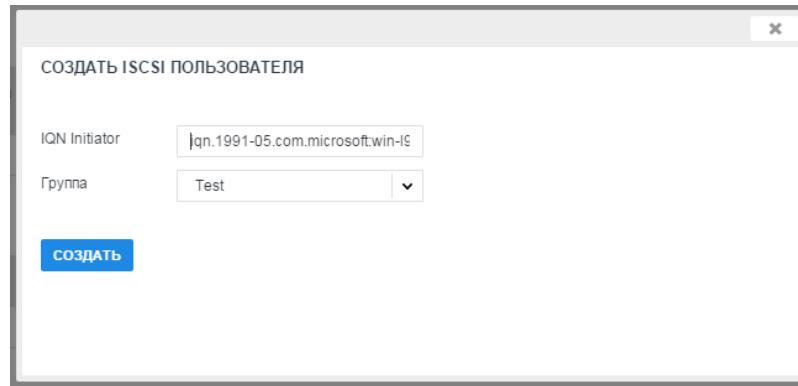

Рисунок 98 - Пользователь группы iSCSI с ALUA
- 4) Создать пользователя, которому будет доступен новый виртуальный диск (см. Рисунок 98). Значение в поле «IQN Initiator» - это имя инициатора iSCSI, заданное для используемой ОС (см. подраздел 2.14.2).